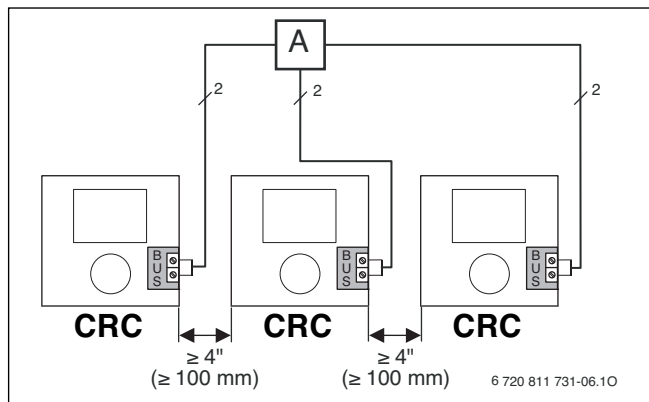
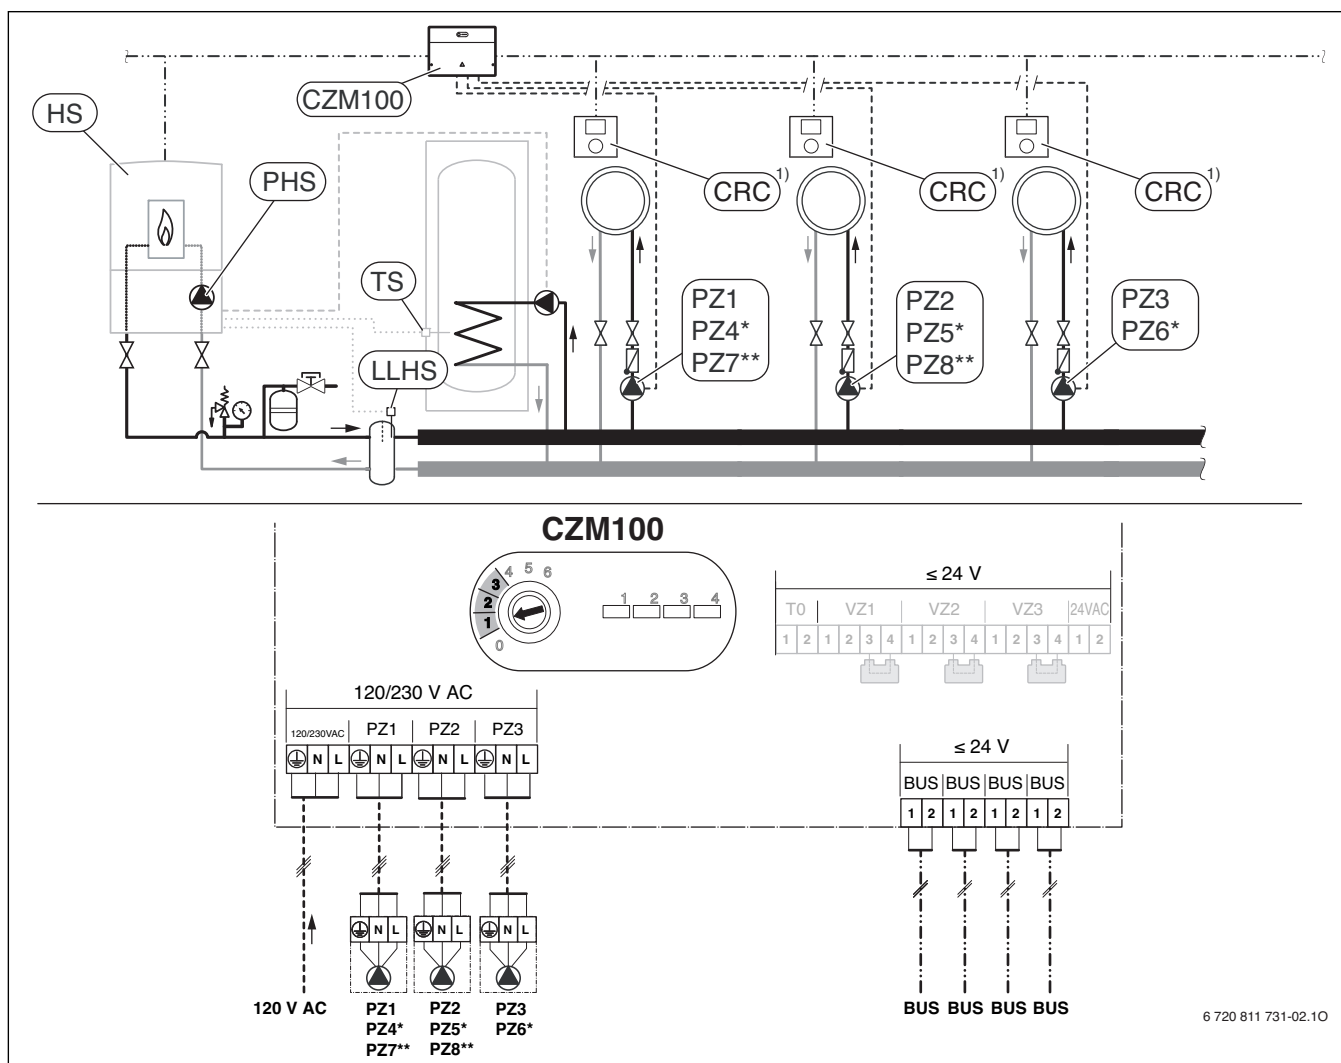

Fig. 10 Raccordement de plusieurs participants BUS via un boîtier de distribution
Fig. 13 Trois zones de chauffage avec pompes et bouteille de mélange hydraulique.
- Commuter le module de commande CRC via le boîtier de distribution [A] en étoile (→ fig. 10) ou le participant BUS avec au moins 2 BUS raccords en série (→ fig. 13, page 26).
2. Insérer la connexion à fiche dans l'emplacement de la sonde de température de départ (TO).
5. Brancher le câble BUS à la première connexion à fiche BUS à gauche. (voir → fig. 13, page 26)
Légende de la figure 13: